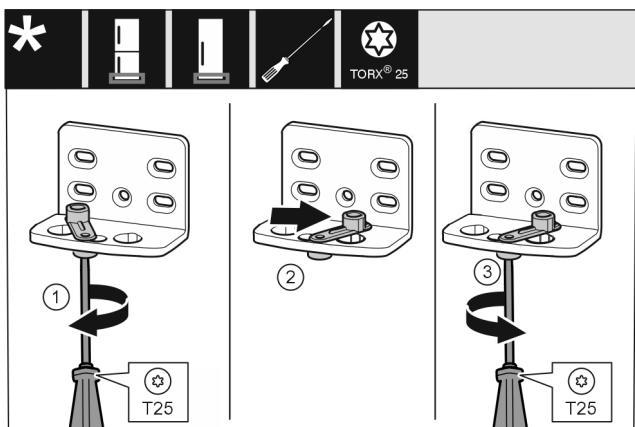

Fig. 15
- ▶ 用 T25 螺丝刀拧松螺钉。Fig. 15 (1)
- ▶ 将关门辅助装置提起并向右 90° 转入钻孔。Fig. 15 (2)
- ▶ 用 T25 螺丝刀拧紧螺钉。Fig. 15 (3)